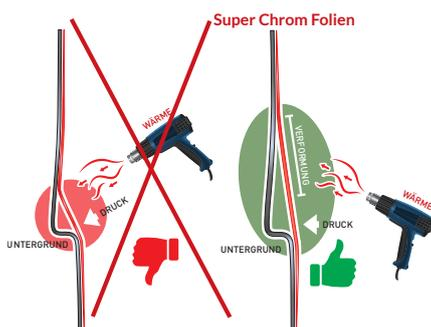

Abbildung 08
- › Die Folie auf dem Untergrund so spannen, dass sie mit allen Punkten des Reliefs in Berührung kommt. (Abb. 08)